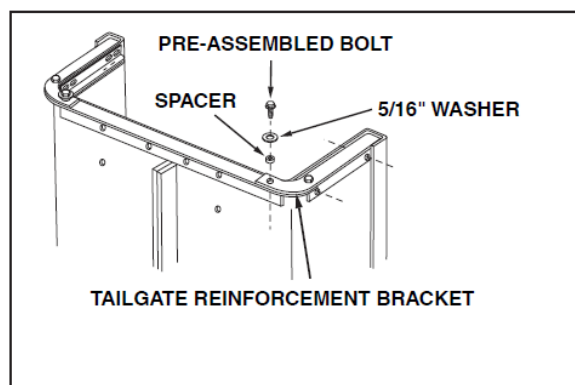

рис. 3
8. Извлеките два нижних установленных болта из скобы усиления откидного борта. Вставьте шайбу (5/16) и кольцо, и снова закрутите болт. См. рис. 3.